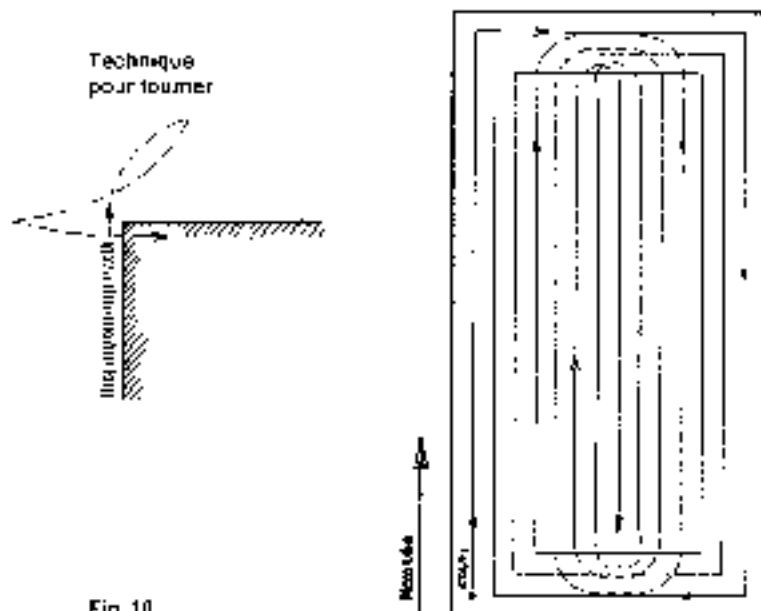

Fig. 10
a) Parcelles en sens vertical (fig. 10)